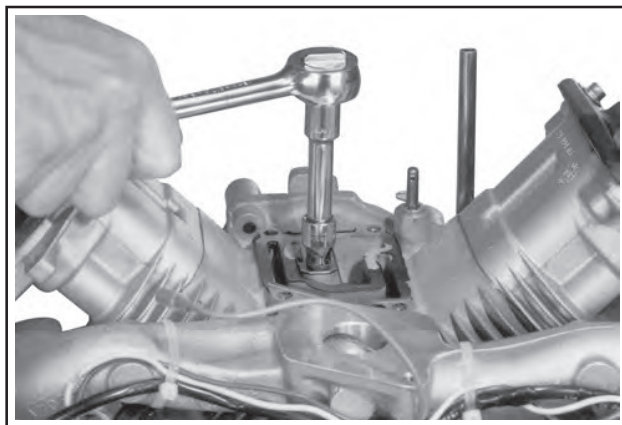

Abbildung 11-56. Montage der Entlüfterrohrereinheit.
3. Das Entlüfterrohr und die Haltevorrichtung des Entlüfterrohrs auf dem Kurbelgehäuse montieren und mit der geflanschten Sechskantschraube fixieren. Die Einheit während des Anzugs ausgerichtet halten. Anzug der Schraube auf 3,9 N·m (35 Zoll lb). Siehe Abbildung 11-56.